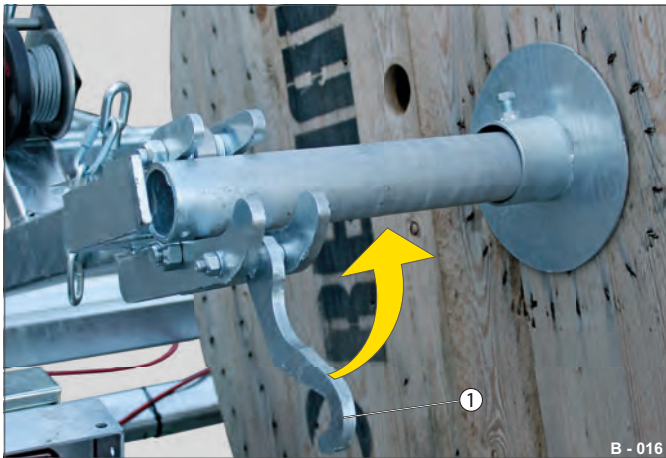

Fig. 13 Kabeltromle optaget
► Sving krogen (Fig. 13 /1) op omkring transportakslen.